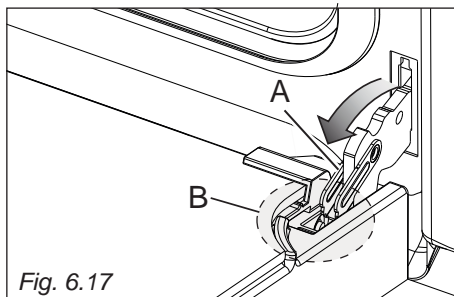
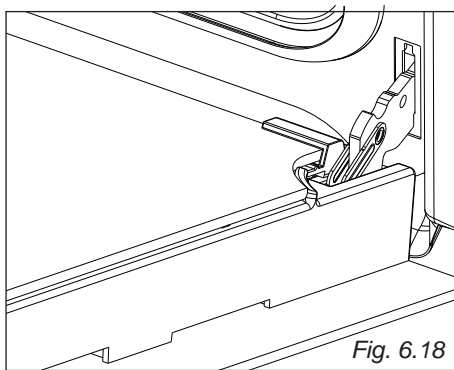

Fig. 6.17
Fig. 6.18
- Aprire completamente la leva "A" delle cerniere destra e sinistra (fig. 6.17).
- Socchiudere dolcemente la porta (fig. 6.18) fino a quando le leve "A" delle cerniere destra e sinistra si agganciano alla parte "B" della porta (fig. 6.17).